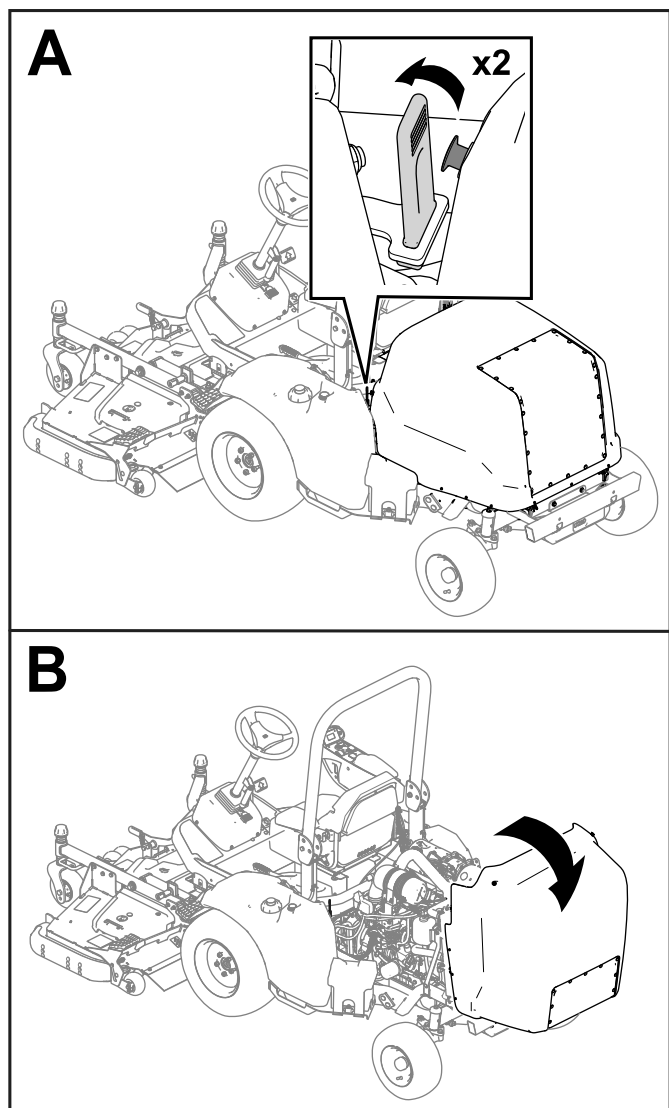

Figura 46
1. Eliberați curelele de pe fiecare parte a mașinii (Figura 46).
2. Ridicați capota (Figura 46).